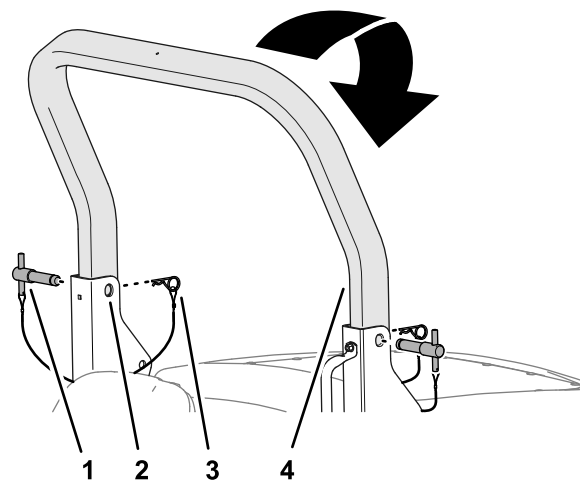

Figura 26
2. Retire os pernos de gancho dos pinos da barra de segurança nos suportes da articulação da estrutura da barra de segurança inferior (Figura 26).
3. Suportando o peso da barra de segurança superior, retire os pinos da barra de segurança dos suportes da articulação (Figura 26).